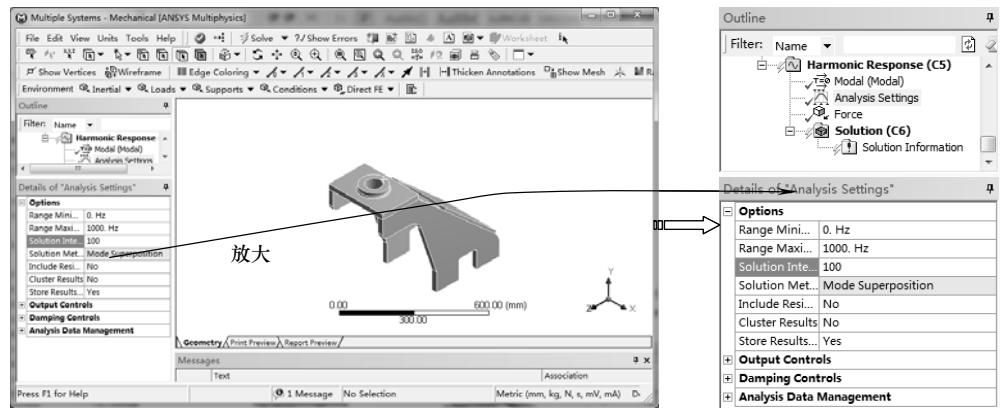

图 6-58 设置谐响应求解参数
1) 在【Outline (分析树)】中选择【Harmonic Response (C5)】节点下的【Analysis Settings】, 将【Detail of “Analysis Settings”】中的【Range Maximum】设置为 1000, 取 100 个频率点结果, 输入【Solution Intervals】为 100, 如图 6-58 所示。